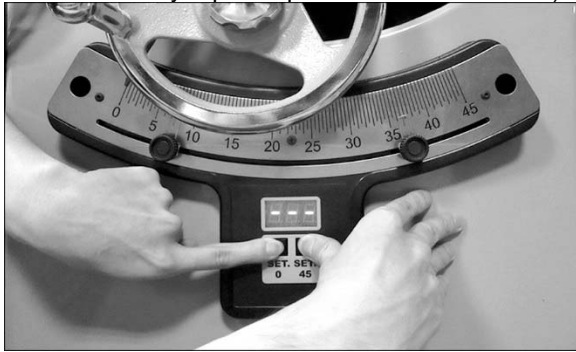

Figura 8-14
4. Oprima sin soltar ambos botones SET hasta que la pantalla muestre "---" (Figura 8-14).
8. Oprima sin soltar ambos botones SET hasta que la pantalla muestre "---" (Figura 8-14).